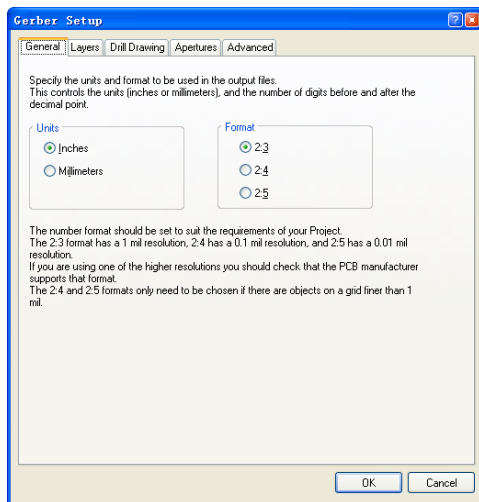

图 9.1 “Gerber Setup”对话框
- （2）在主菜单中选择“File”->“Fabrication Output”->“Gerber Files”命令，打开如图 9.1 所示的“Gerber Setup”对话框。
- （3）单击“General”选项卡标签，打开如图 9.1 所示的“General”选项卡，该选项卡